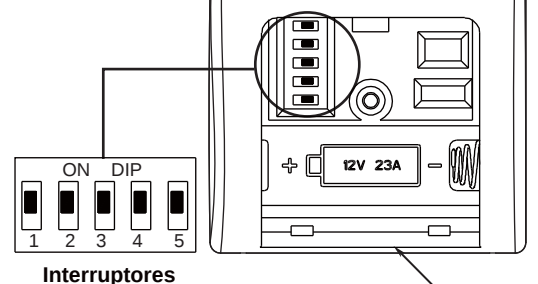

Figura 4
- ☐ **4.** Para configurar el código del mando a distancia, Mueva los interruptores de código hasta colocar el código de selección en la posición arriba o abajo. Con un destornillador pequeño o con una lapicera (no se incluye) deslice firmemente hacia arriba o hacia abajo. (Figura 4)